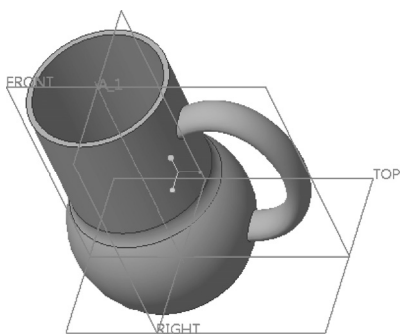

图 4-63 完成创建扫描特征
8) 在“扫描”选项卡中单击（完成）按钮，创建的扫描特征为模型的把柄结构，效果如图 4-63 所示。